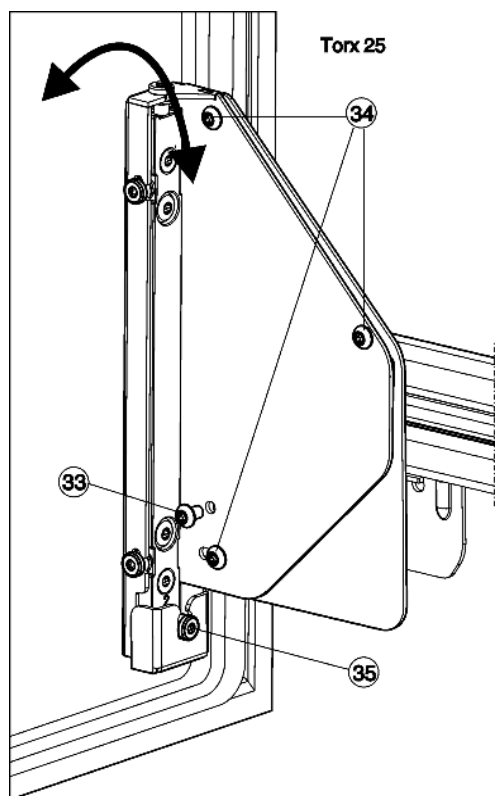

Fig. 22
- Dévisser entièrement les vis Fig. 22 (33).
- ▷ Les vis Fig. 22 (33) ne sont plus nécessaires, vous pouvez vous en débarrasser.
- Desserrer les vis Fig. 22 (34) d'1 à 2 tours.
- Tourner la vis d'ajustement Fig. 22 (35). Dans le sens des aiguilles d'une montre : la porte s'incline en s'éloignant du corps de l'appareil. Dans le sens contraire des aiguilles d'une montre : la porte s'incline vers l'appareil et s'éloigne du corps de l'appareil en bas.
- Revisser toutes les vis Fig. 22 (34) à fond après l'ajustement de l'inclinaison.